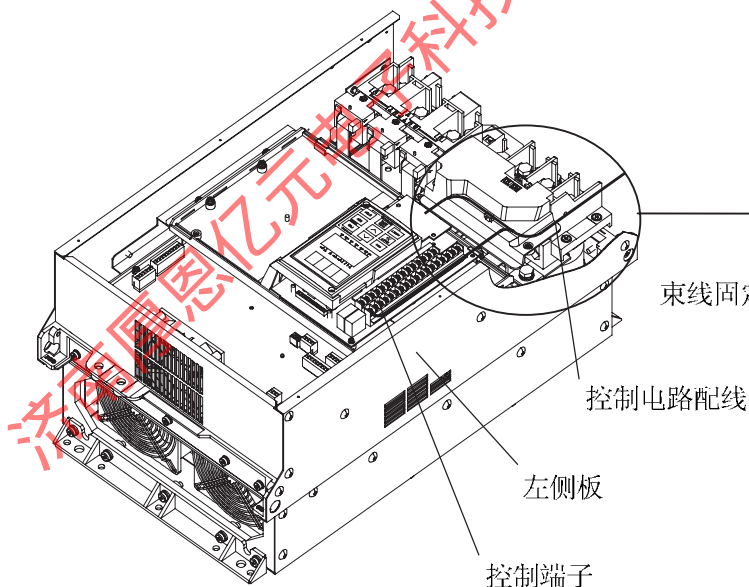

图 2-3-12
① 应沿着变频器的左侧板引出, 如图 2-3-12 所示。
② 配线引出时, 要用束线绑带 (绝缘扣等) 固定于主电路端子排左侧的固定孔 A。束线绑带要穿过固定孔 A ( $\phi 4$ ), 所以其尺寸应为宽 3.5mm 厚 1.5mm 以下。
③ 另外, 装用选件卡时, 其信号线应固定于孔 B。